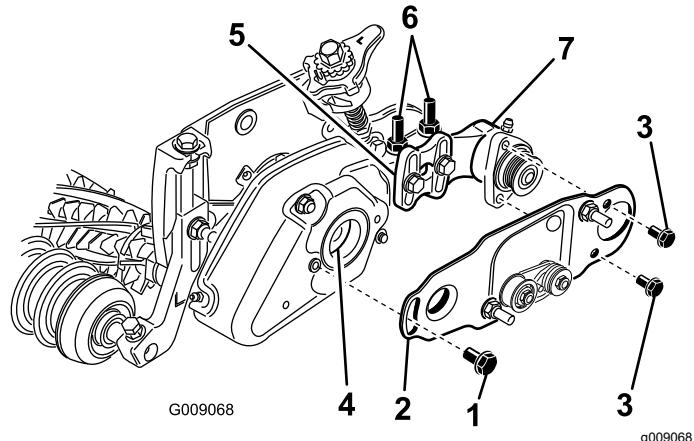

図 27
- 12. ローラブラシベアリングハウジングをローラブラシ取り付けブラケットに固定しているボルトをゆるめる 但し外さないこと図 27。
- 13. ローラブラシピボットプレートを取り付ける図 27。ピボットプレートの突起部をグルーマカバーのグロメットに差し込んだ時、グロメットがカバーに正しく着座しているように注意すること。
14. 5/16 x 5/8 in ボルト2本に 243 ロクタイト青を塗り、これを使ってブラシプレートをローラブラシベアリングハウジングに取り付ける図 27。ボルトを 20-25 N·m 2.0-2.5 kg.m = 15-19 ft-lb にトルク締めする。
- ローラブラシ取り付けブラケットをカッティングユニットのサイドプレートに固定しているフランジナット2個をゆるめる図 27。
- ブラシプレートがカッティングユニットユニットのサイドプレートに平行になるまでローラブラシベアリングハウジングを回転させる図 27。
- ローラブラシ取り付けブラケットをカッティングユニットのサイドプレートに固定しているフランジナット2個を締め込む図 27。
- ショルダボルトにロクタイト243青を塗布する図 27。ショルダボルトを使って、ブラシプレートをグルーマカバーに取り付ける。(図 27)。ボルトを $20-25 \text{ N}\cdot\text{m} 3.7-4.6 \text{ kg}\cdot\text{m} = 15-19 \text{ ft-lb}$ にトルク締めする。